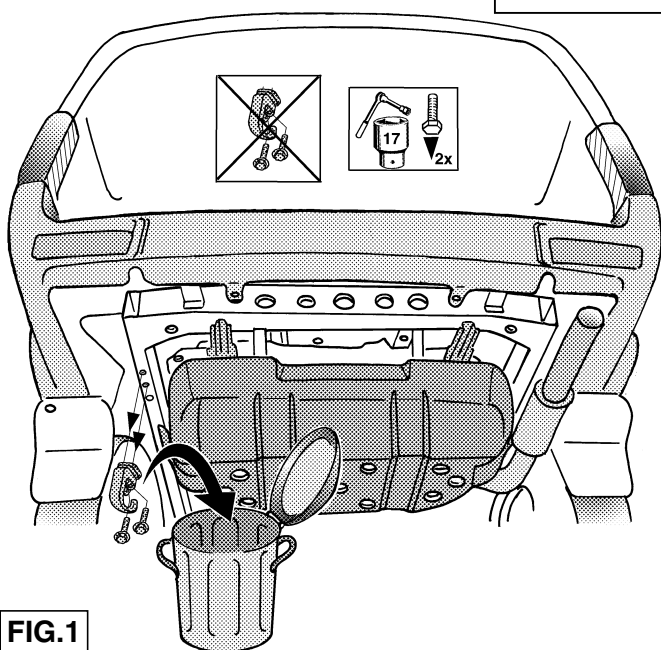
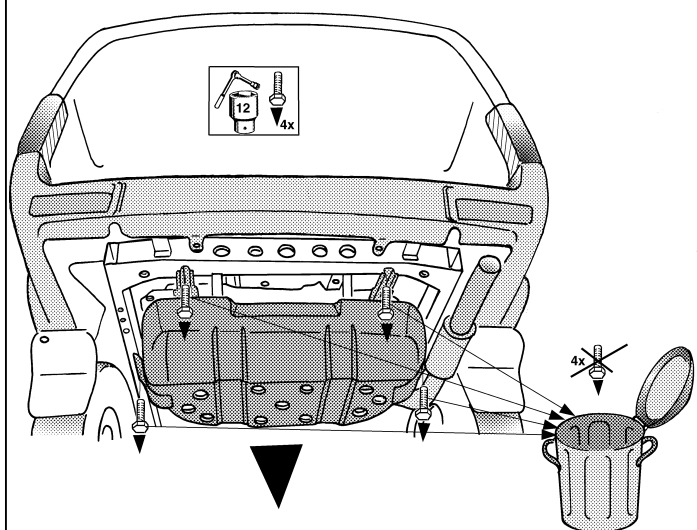

FIG.1
FIG.2
1. Demonteer overeenkomstig fig.1 het sleepoog. Het sleepoog wordt niet herplaatst. Verwijder overeenkomstig fig.2 de metalen tankbescherming. De bevestigingsbouten van de tankbescherming worden niet herplaatst. Neem de uitlaat t.p.v. het laatste ophangpunt los van het chassis.
1. Remove the towing eye (see fig.1). It will not get replaced. Remove the metal tank protector (fig.2). The bolts which attach the tank protector will not be replaced. Loosen the exhaust pipe from the chassis at the rear-most fixture.
1. Desmontar el anillo de enganche de acuerdo con la fig. 1. El anillo de escape a la altura del último punto de suspensión.
tección metálica del depósito. Los tornillos de fijación de la protección del depósito no se volverán a poner. Despendar del chasis el tubo de enganche no se volverá a poner. Retirar de acuerdo con la fig. 2 la protección metálica del depósito. En los vehículos con faros de vidrio claro es preciso instalar la goma espaciadora 11 según se indica en el croquis.
1. Gemäß Fig. 1 die Abschleppöse abmontieren. Die Abschleppöse wird nicht mehr benötigt. Gemäß Fig. 2 den Metalltankschutz entfernen. Die Befestigungsschrauben des Tankschutzes werden nicht mehr benötigt. Den Auspuff beim letzten Aufhängungspunkt vom Fahrgestell lösen.
1. Demonter slæbeøjefølge fig. 1. Slæbeøjefølge anvendes ikke længere. Fjern ifølge fig. 2 tankens metalskærm. Montageboltene til skærmen anvendes ikke længere. Demonter udstødningen fra chassiset ved det yderste ophæng.